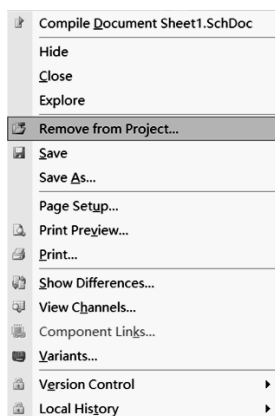

图 1-2-14 使用 Remove from Project 命令将文件从工程中删除
(7) 从工程中删除文件。在 Projects 标签中，在需要删除的文件上单击鼠标右键，在弹出的菜单中选择 Remove from Project 命令，即可将相应文件从工程中删除，但是文件本身并没有从计算机中删除。例如，将文件 Sheet1.SchDoc 从工程中删除，只需在文件 Sheet1.SchDoc 上单击鼠标右键，在弹出的菜单中选择 Remove from Project 命令，如图 1-2-14 所示，文件 Sheet1.SchDoc 即可从工程中删除。